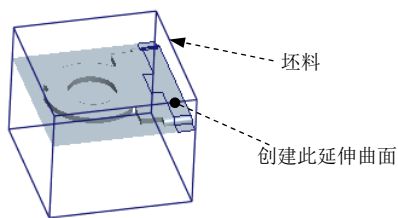

图 14.30 延伸曲面
- (1) 遮蔽参考件和坯料。
- (2) 按住 Ctrl 键, 选取复制面组和上一步创建的拉伸曲面。
- (3) 单击 **分型面** 功能选项卡 **编辑** 区域中的  按钮, 系统弹出“合并”操控板。
- (4) 在“合并”操控板中单击 , 在模型中选取要合并的面组的侧。
- (5) 在操控板中单击 **选项** 按钮, 在“选项”界面中选中  **相交** 单选项。
- (6) 在“合并”操控板中单击  按钮。
Step7. 将合并后的表面延伸至图 14.30 所示坯料的表面。
(1) 为了方便选取复制边线, 选择 **视图** 功能选项卡 **模型显示** 区域中的“显示样式”按钮  , 按下  **线框** 按钮, 将模型的显示状态切换到实线线框显示方式。